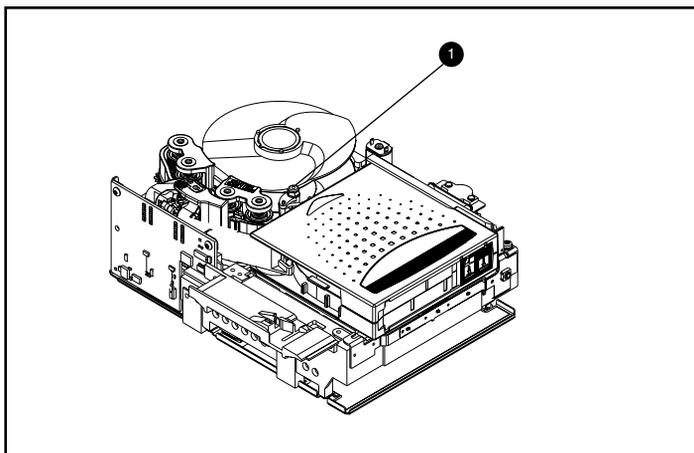

Figura D-5. Scollegamento del piedino del meccanismo di trasporto dal fermaglio della cartuccia
Per scollegare il piedino del dispositivo di trasporto del nastro dal fermaglio della cartuccia ❶, utilizzare una pinzetta. Quindi collocare il piedino del dispositivo di trasporto del nastro nei ganci del sistema di allineamento del nastro (vedere la Figura D-5 per individuare la posizione del sistema di allineamento del nastro).